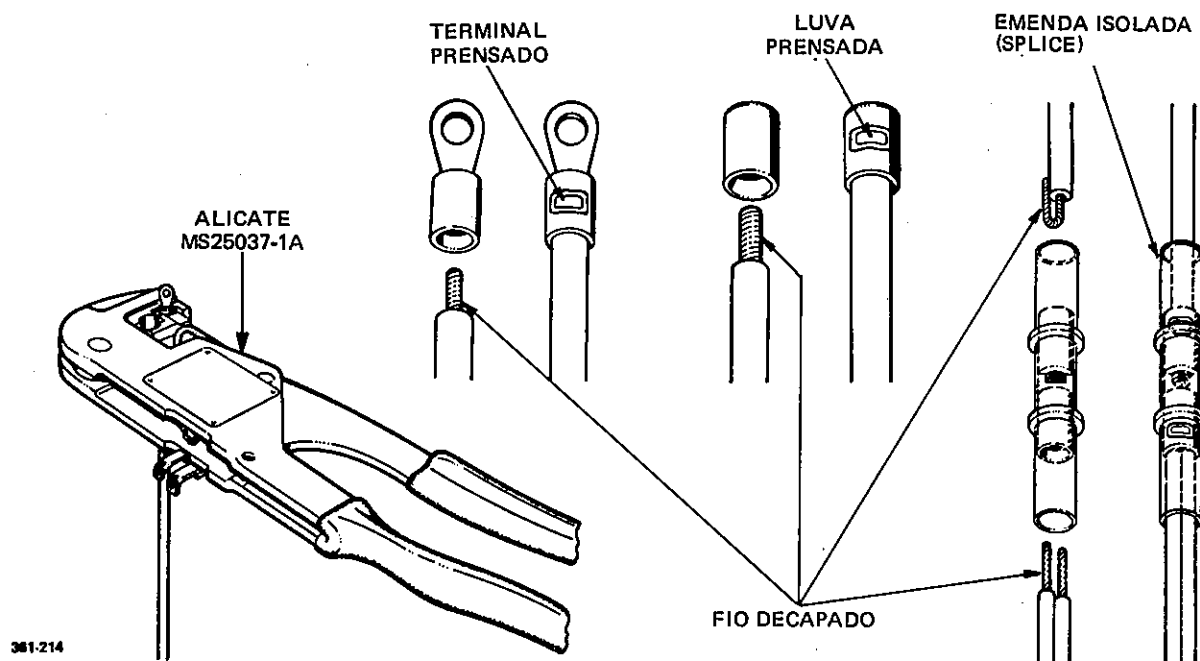

Figura 1-14. Instalação de Terminais e Emendas
1-25. PRENSANDO TERMINAIS E EMENDAS (figura 1-14)
3. Instale o terminal, luva ou emenda no alicate, conforme mostrado na figura 1-14.